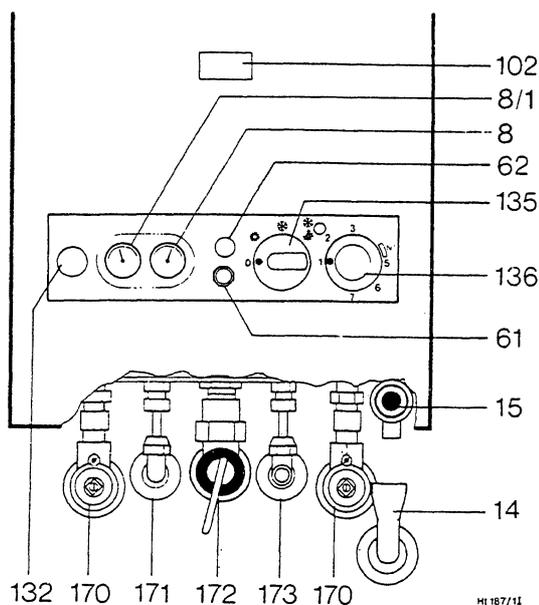

Fig. 10 Caldaia Combi
Togliere la manopola del selettore temperatura (136), fig. 10, allentare le viti (108), ruotare verso destra il perno di regolazione (109), serrare le viti e infilare di nuovo la manopola. Se si vuole raggiungere la posizione 7 del selettore, togliere il disco di regolazione (100).